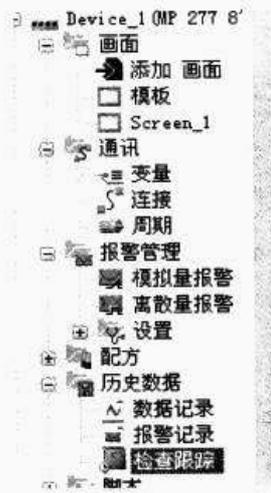

图 15-2 检查跟踪
① 项目视图中的“检查跟踪”,选择“历史数据”组,会看到多出来“检查跟踪”(英文名称叫做 Audit Trail)条目,如图 15-2 所示。“检查跟踪”条目,可以用于记录运行时所有与检查相关的用户操作和系统过程。